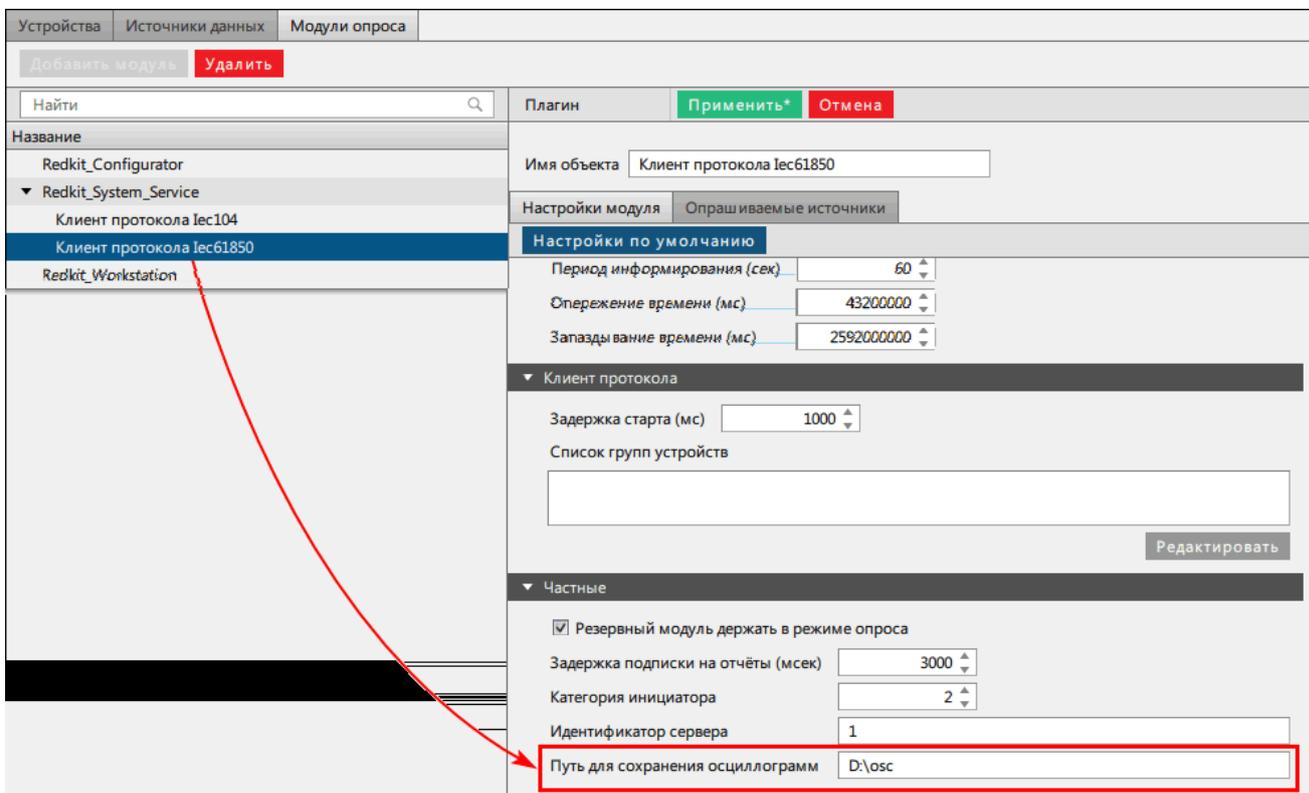

Рисунок 415 - Путь до директории хранения осциллограмм
- Во вкладке **Модули опроса** в сервисных узлах (*Redkit\_System\_Service* - для односерверной конфигурации, *Redkit\_Master* и *Redkit\_Slave* - для конфигурации с резервированием) нажмите на модуль **Клиент протокола Iec61850** и во вкладке **Настройки модуля** задайте путь до директории хранения осциллограмм (Рисунок 415).